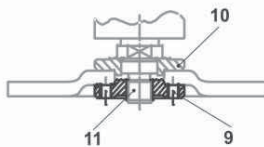

Fig. 15
- Disques épais (> 4 mm) et incurvés au centre : placez la bride de sorte que la partie saillante soit orientée vers le disque (Fig. 15).